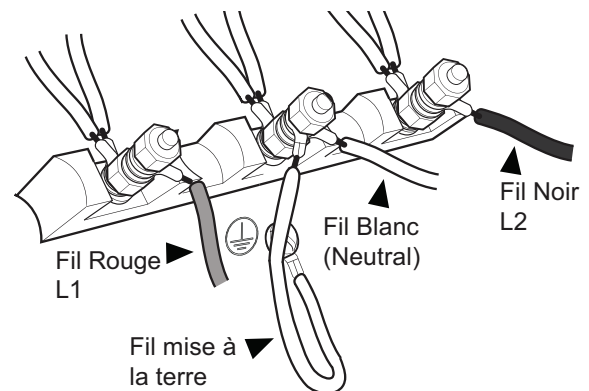

Figure 13 : Connexion à trois fils
4. Fixez le fil neutre mis à la terre du circuit d'alimentation au plot central (de couleur argent) du bloc de jonction (consultez la Figure 13).